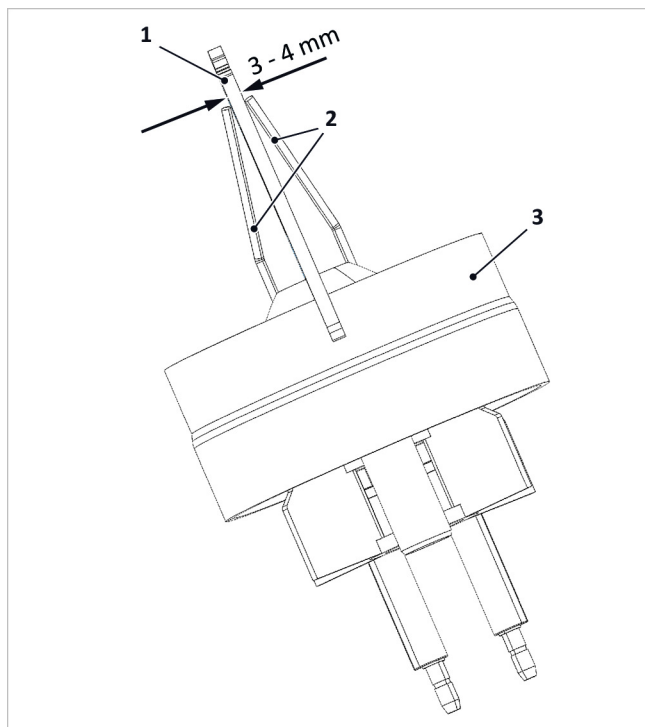

Abb. 151: Abstand Zündelektroden prüfen
3. Abstände der Elektroden wie in → Abb. 151 gezeigt kontrollieren, ggf. durch Biegen korrigieren.